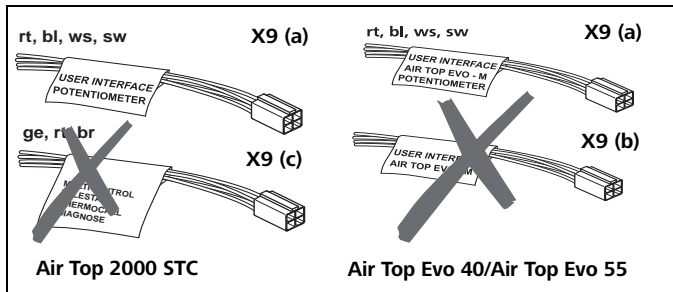
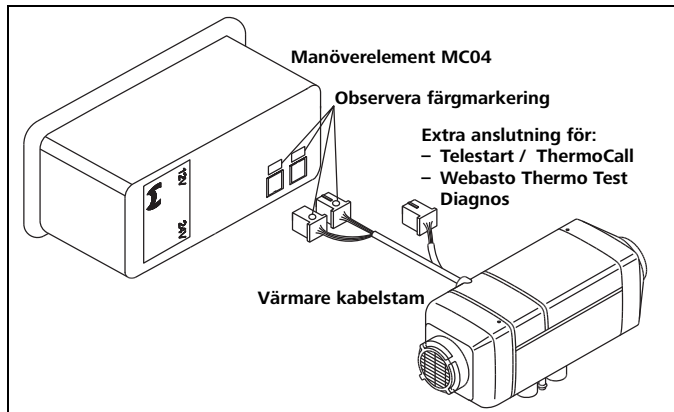

bild 42 Kabling vridreglage
bild 45 Anslutning Air Top Evo 40/Air Top Evo 55 med manöverelement MC04
Kontakten X9(c) behövs för anslutning av ett alternativt manöverelement eller för anslutning av Webasto Thermo Test PC-diagnos. Se Bild 42 och kopplingschema.
Se Bild 42 och kopplingschemat. Kontakten X9b med röd markering på kontakten behövs inte.
- Se Bild 42 (kontakt X9a och X9b), samt Bild 45.